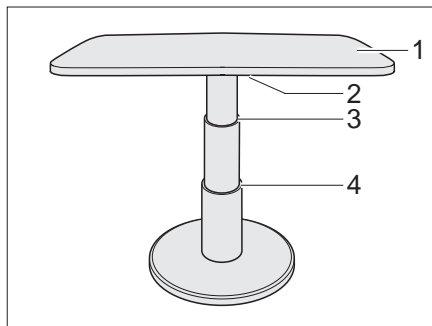

Bild 101 Lyftbord till rund sittgrupp
- Sväng låsarmen (Bild 101,2) åt vänster. Spärren är öppen.
- Tryck bordsskivan (Bild 101,1) på mitten så att det når önskat stoppläge (Bild 101,3 eller 4), fortsätt trycka emot bordsskivan.
- Sväng låsarmen (Bild 101,2) åt höger. Lyftbordet är låst.